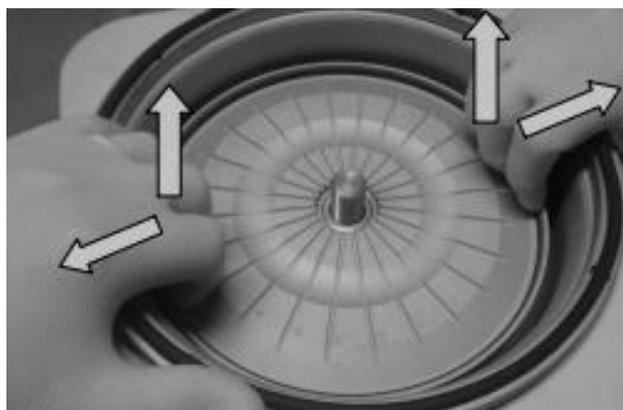

Figura 3 – Retirada do rotor.
- A retirada do rotor deve ser feita com chave especial, encaixando-a na porca central que prende o rotor. Segure firmemente o rotor e gire a chave no sentido horário até soltar completamente a porca. Em seguida, segure o rotor com a ponta dos dedos pela parte de dentro e force para fora e para cima, conforme Figura 3.